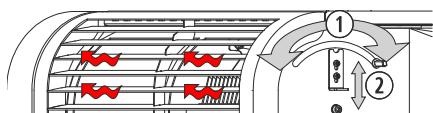
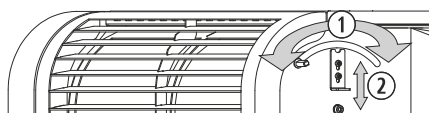
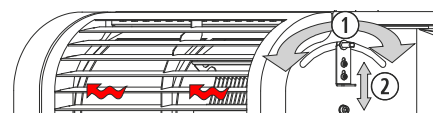

Figura 17
Figura 18
Figura 19
Nel modello Kiev, è possibile configurare le uscite dell'aria di convezione dalla stufa in base alle esigenze. In ogni lato della stufa si trova uno stelo (1) che, in base alla sua posizione, farà in modo che la stufa provochi l'espulsione dell'aria calda dalla parte frontale (stelo all'indietro, figura 17), attraverso la bocca di canalizzazione posteriore (stelo in avanti, figura 18) o una combinazione di entrambe le uscite (stelo in posizione intermedia, figura 19), utilizzando il fissaggio (2) che consente di mantenere lo stelo in posizione intermedia.